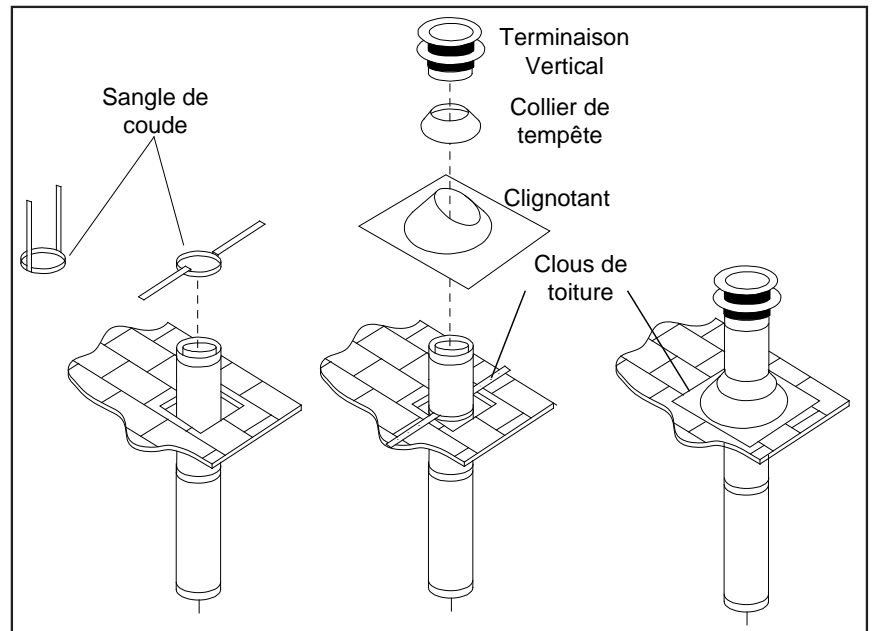

Figure 58: Terminaison d'évent vertical
ÉTAPE 6. Une fois que les sections de tuyau ont été assemblées et remontées par le trou dans le toit, passez une courroie coudée sur les sections exposées, pliez les courroies de support vers l'extérieur et abaissez la courroie coudée au niveau du toit, comme indiqué dans Figure 58. Serrez le collier autour de la section de tuyau. Utilisez un niveau pour vous assurer que le tuyau est vraiment vertical. Avec des clous à toiture, fixez les sangles de support au toit. Scellez les têtes des trous avec du mastic non durcissant. Coupez la longueur excédentaire des sangles de support qui dépassent du bord du solin.